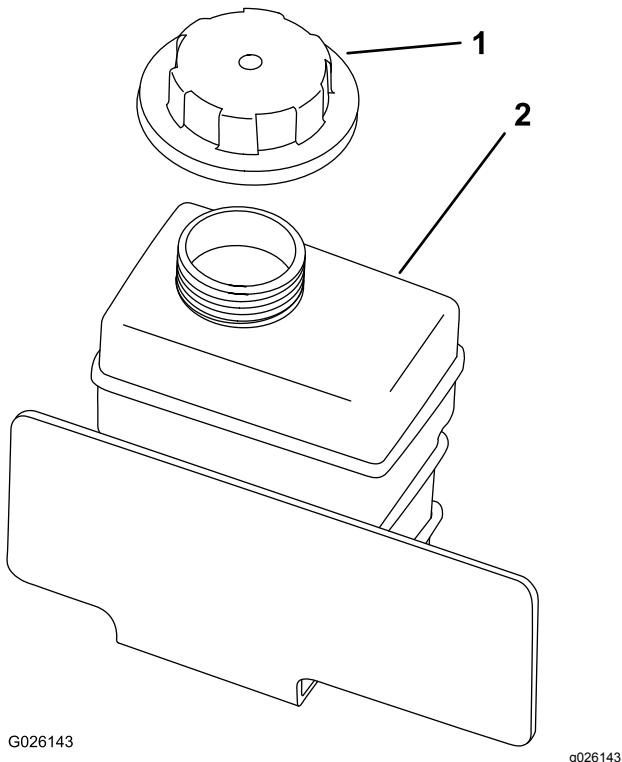

Figura 62
4. Retire o tampão do depósito secundário (Figura 62).